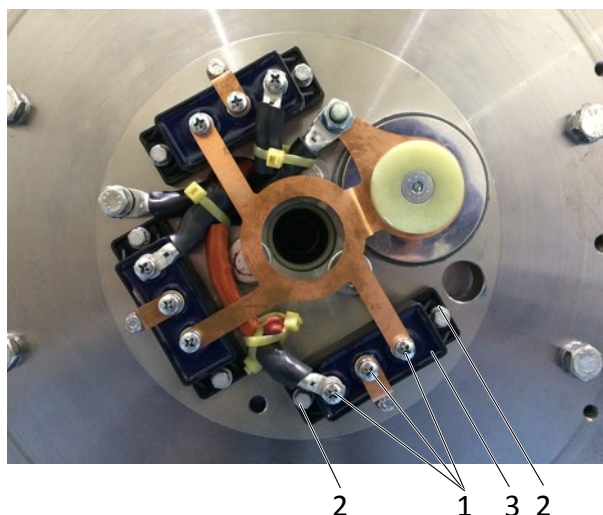

Рисунок 29- Поворотный выпрямитель
- ➔ Доступ к мосту выпрямителя (см. *Рисунок 29-* );